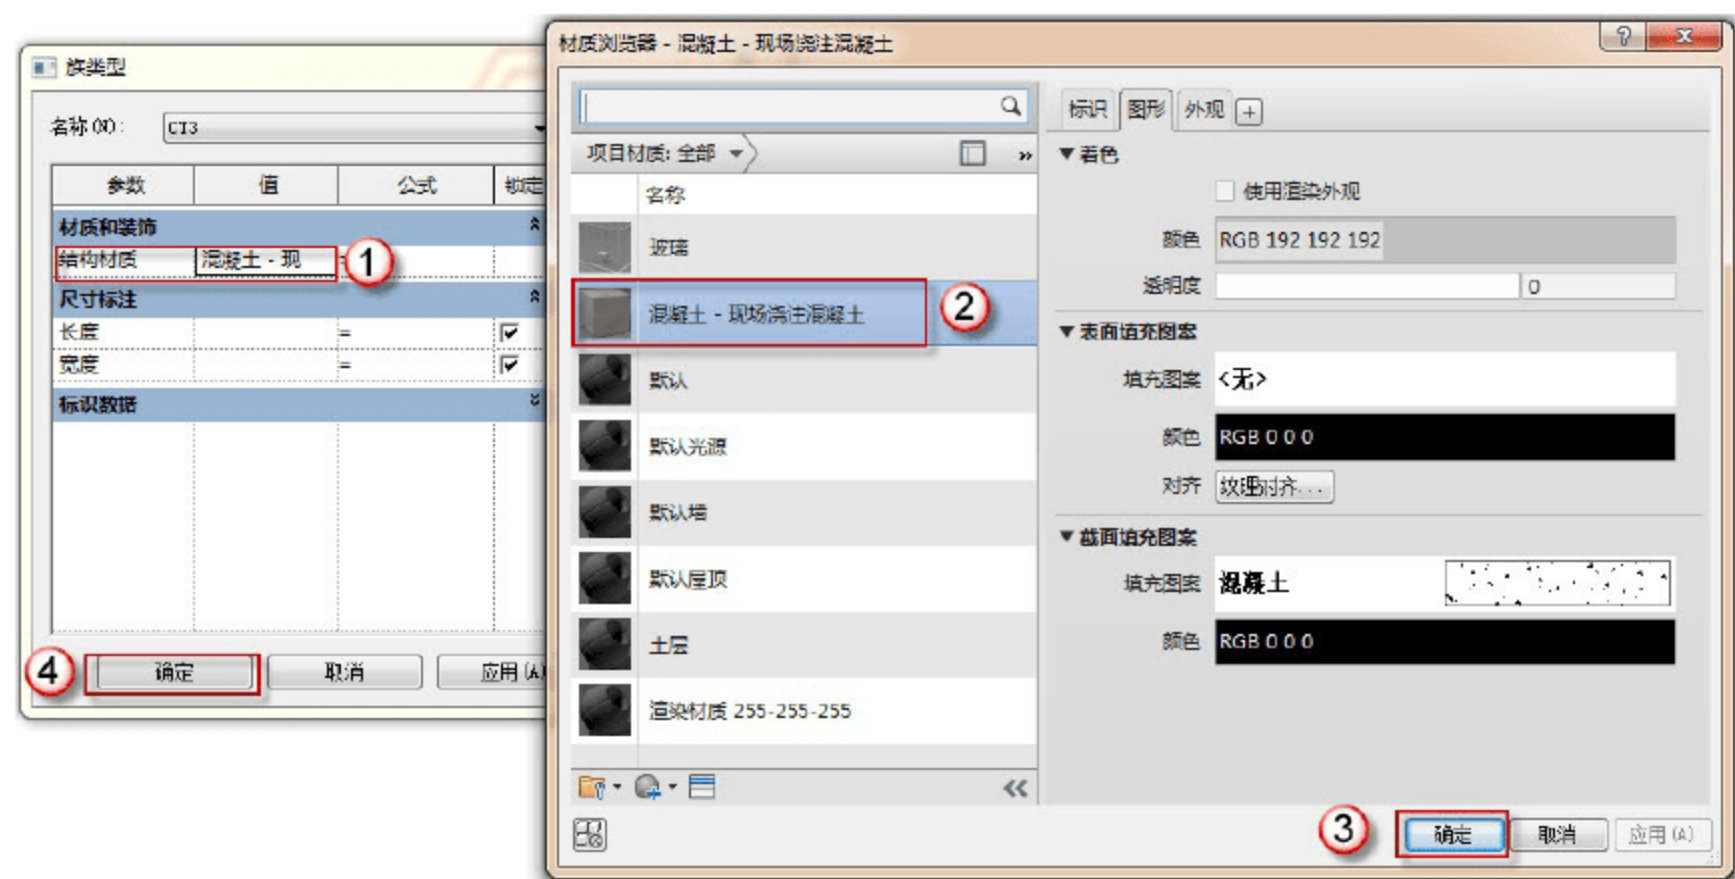

图 2.1.47 添加结构材质
(8) 添加结构材质，单击“族类型”按钮，在弹出的“族类型”对话框中，单击“结构材质”按钮，在弹出的“材质浏览器”对话框中，依次单击“混凝土-现场浇注混凝土”→“确定”按钮，如图 2.1.47 所示。